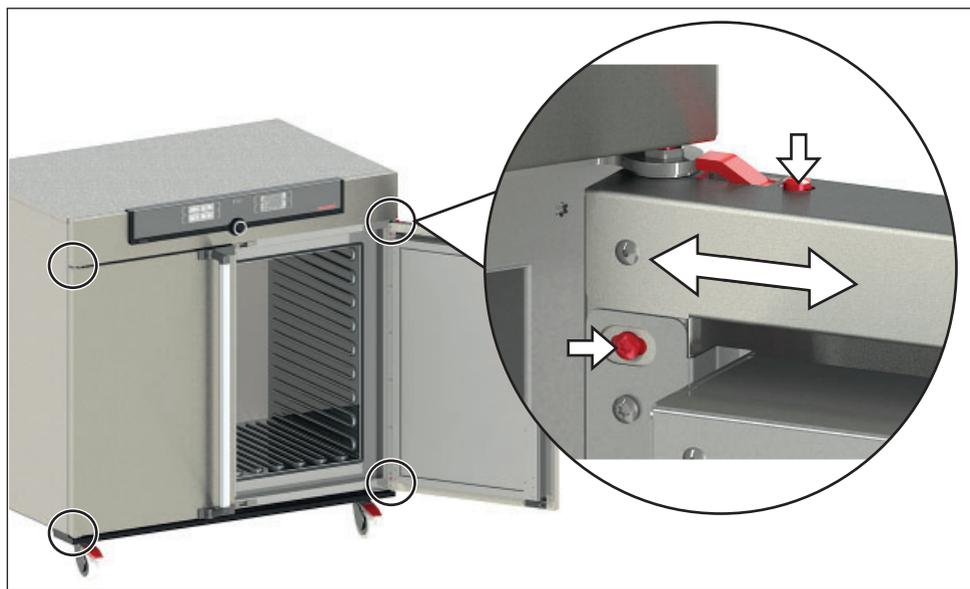

Fig. 10 Ajustar as portas
- ▶ Conversor Ethernet–USB (Fig. 10). Ele permite conectar a porta Ethernet do aparelho (consulte a página 12) à porta USB de um PC/computador portátil.